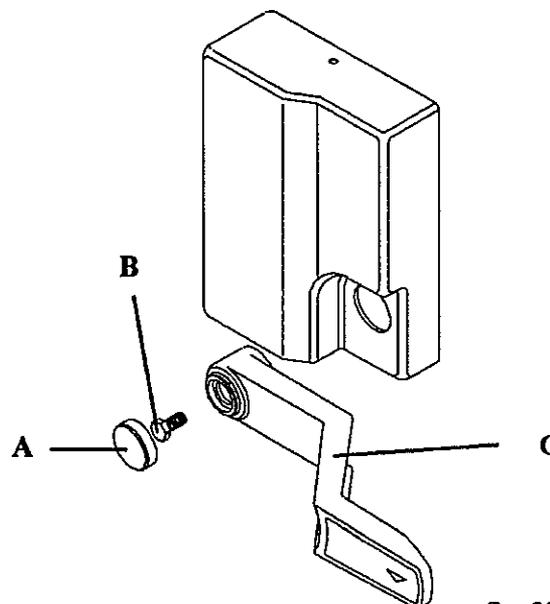

fig. 22
**H1055, H1090, H1130, H1255 model (fig. 22) :** Remove the door lock plug (A), using a screwdriver. Disassemble the screw (B), that secures the handle. Remove the handle (C) from the machine.
**Modelo H1055, H1090, H1130, H1255 (fig. 22):** Desmontar el tapón (A) de la empuñadura de cierre, ayudándose con un destornillador. Desmontar el tornillo (B) de fijación de la empuñadura. Separar la empuñadura (C) del resto de la lavadora.
**Modèle H1055, H1090, H1130, H1255 (fig. 22):** Démonter le bouchon (A) de la poignée de fermeture, à l'aide d'un tournevis. Démonter la vis (B) de fixation de la poignée. Séparer la poignée (C) de la machine.